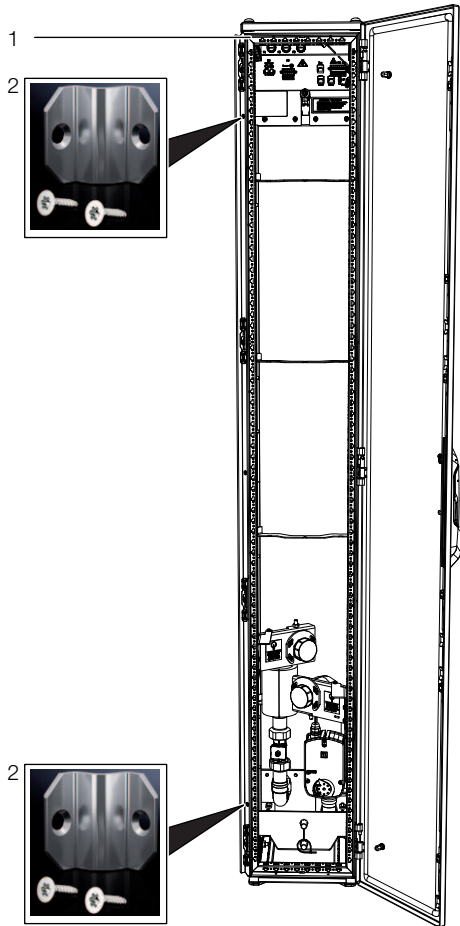

Imagen 39: LCP Rack – Parte trasera
- Fija tres estribos de unión respectivamente (5301.310, imagen 39, pos. 2) mediante los tornillos correspondientes a los puntos de fijación previstos en los listones de montaje de la parte frontal y trasera del LCP Rack o del LCP Inline Flush (imagen 39, pos. 1).